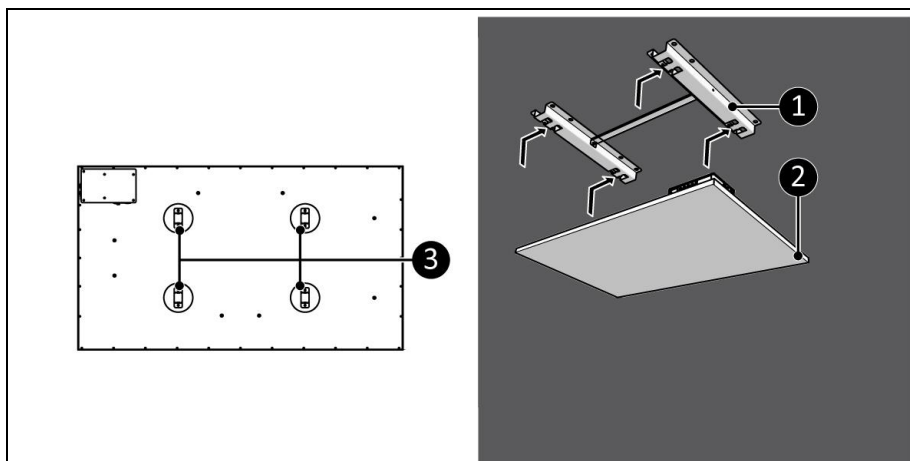

Figura 14
8. Așezați suporturile dispozitivului (Figura 14, poz. 3) peste suportul de tavan (Figura 14, poz. 1).
9. Glisați dispozitivul (Figura 14, poziția 2) în orificiile suportului de tavan (Figura 14, poziția 1).